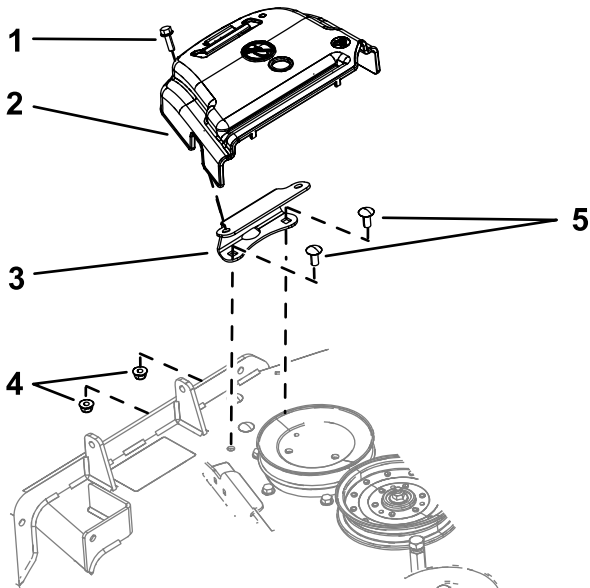

Figura 2
1. Rode o parafuso que prende a cobertura da correia à plataforma no sentido contrário ao dos ponteiros do relógio para o desapertar (Figura 2).
2. Remova a cobertura da correia de equipamento original e parafuso do suporte de montagem (Figura 2).
1. Retire os dois parafusos e duas porcas flangeadas que prendem o suporte de montagem da cobertura à plataforma (Figura 2).